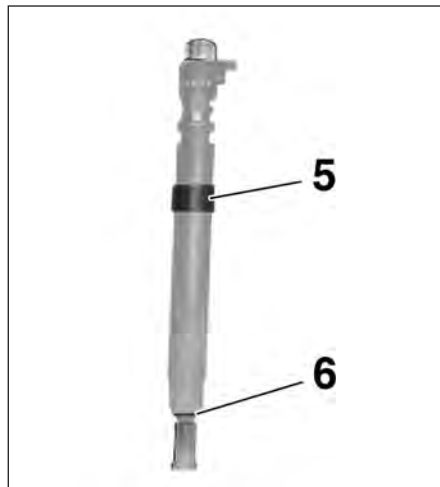

FIG.51
- la bague de centrage (5) (Fig.51),
- le joint cuivre (6).